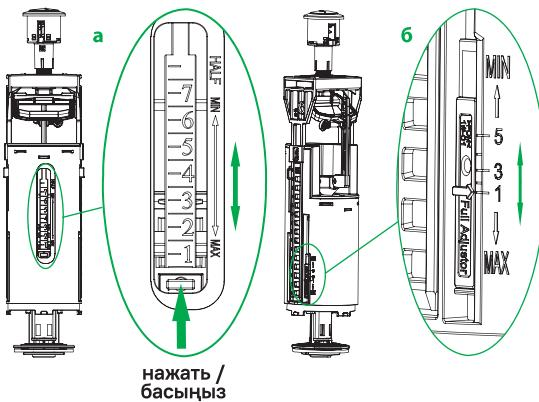

Рис. 14 / 14-сур.
- Для изменения объема частичного (экономичного) слива используйте регулятор частичного слива (рис. 14а):